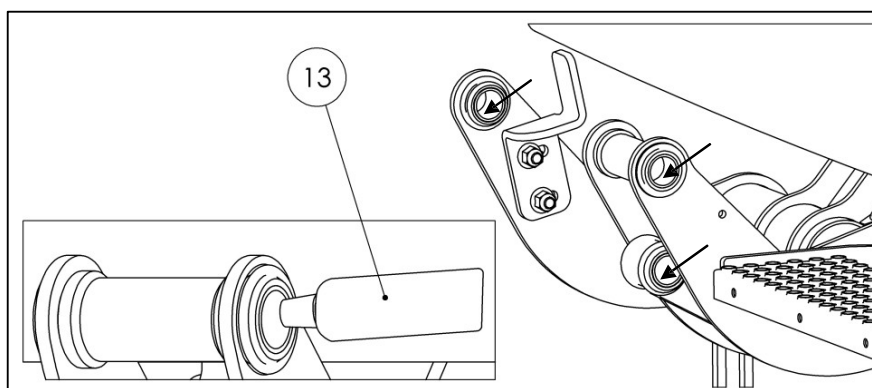

Fig. 58
- Engrase minuciosamente los cojinetes de los bujes con la grasa de montaje especial (lista de piezas del juego de accesorios - Art. No. 13) (vea la Fig. 58).